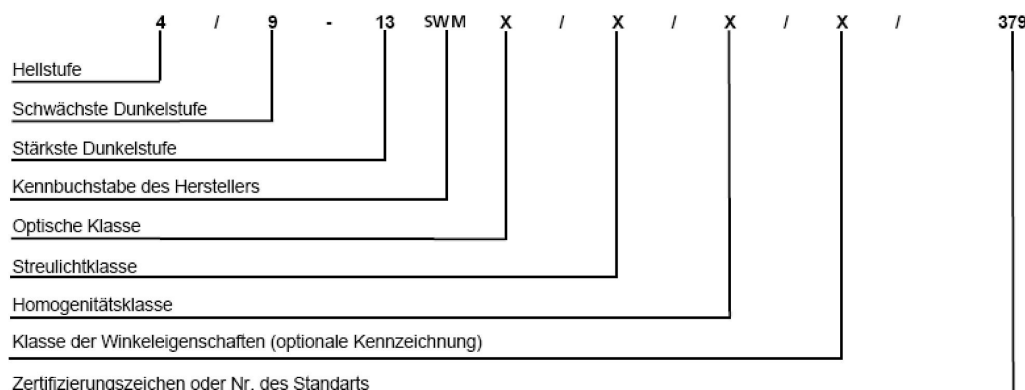

Abb. 8: Klassifizierung für Augenschutz
1. Entfernen Sie den Filterhalter aus dem Gehäuse (Abb. 8) durch Drehen der Verriegelungen Richtung Mitte.
1. Die Filterkassette aus der Helmschale entnehmen (Abb.8). Das obere Ende des Filtergehäuses hochbiegen, um die Filterpatrone aus dem Rahmen nehmen zu können.